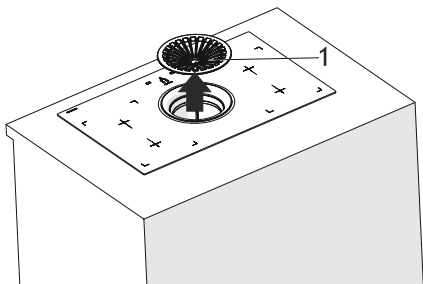

Fig. 9
- ➡ Fjern filter låget i pli's retning (Fig. 9).